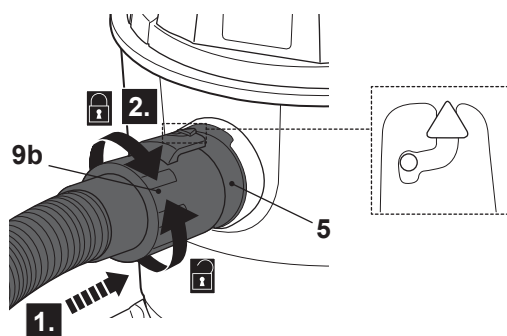

Fig. 11
- > Alinhe a seta no conector da mangueira (9b) com o marcador na abertura exterior da entrada de ar (5) e deslize o conector da mangueira para a abertura exterior da entrada de ar (Fig. 11, passo 1).
- > Rode o conector da mangueira (9b) no sentido dos ponteiros do relógio e certifique-se de que a ligação está bem segura (Fig. 11, passo 2).